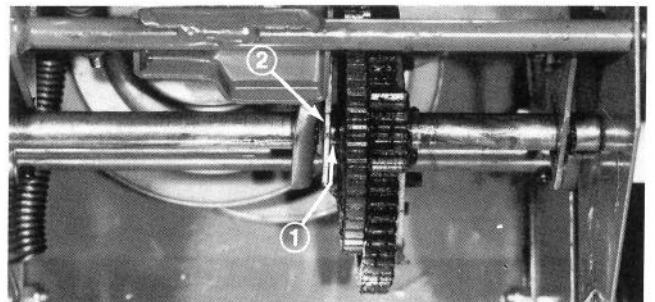

Figure 37
3. Mettez le sélecteur en position de vitesse No. 3 et appuyez sur la plaque du sélecteur pour déplacer l'assemblage de transmission vers la droite. Cet assemblage doit toucher la goupille. Sinon, poussez-le vers la droite pour établir le contact (Fig. 37).